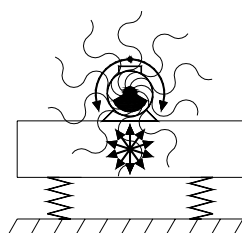

Fig.1
La tecnologia dei prodotti **VIB** può essere applicata per la realizzazione di sospensioni elastiche per canali vibranti azionati da masse eccentriche (ad esempio motovibratori) in rotazione "montate a bordo". Per poter realizzare un trasportatore ad oscillazioni in cui le vibrazioni trasportino il materiale con regolarità lungo tutto il piano è indispensabile che il canale vibrante sia il più rigido possibile ed eventualmente nervato nelle direzione di applicazione della forza di azionamento. L'applicazione della forza di eccitazione è generalmente tra i 45°/60° rispetto al piano di avanzamento ed è prodotta da due masse eccentriche rotanti in fase tra loro. Un solo motovibratore, infatti, fornisce delle forze di vibrazione lungo tutte le direzioni sui 360° (fig.1), mentre due motovibratori in fase con verso di rotazione opposto tra loro forniscono una sola vibrazione armonica avente la direzione perpendicolare al piano di applicazione dei due motori (fig.2). La retta d'applicazione della forza d'eccitazione, inoltre, deve cadere nel baricentro del canale. Le velocità di rotazione delle masse devono essere comprese tra i 750 e i 3000 giri/min per non provocare eccessivi squilibri. Le sospensioni elastiche realizzate con la tecnologia VIB, grazie ai loro inserti in gomma naturale, consentono di sviluppare vibrazioni armoniche lungo tutto il piano vibrante negando alle stesse di propagarsi alla struttura fissa dell'impianto. Gli elementi oscillanti VIB consentono di isolare, non essendoci parti metalliche in contatto tra loro, le cariche elettrostatiche che si potrebbero creare per attrito durante il trasporto del materiale.
*VIB technology can be applied to produce elastic suspensions for vibrating channels actuated by "on board" eccentric rotating masses (example: motor vibrators). In order to produce an oscillating conveyor in which vibrations uniformly carry the material along the entire plane, the vibrating channel must be as stiff as possible and, if necessary, with ribs pointing to the direction of application of the actuation force. The application of the excitation force is generally ranging from 45° to 60° compared to the feed plane and is the result of two eccentric masses rotating synchronously. One motor vibrator is enough to supply and spread vibration forces in all directions at 360° (fig. 1) while two timed motor vibrators with opposite rotation direction produce one harmonic vibration only, whose direction is perpendicular to the application plane of the two motors (fig. 2). The straight line of the excitation force must fall in the centre of gravity of the channel. The rotation velocities of the masses must range from 750 and 3000 rounds/min in order to avoid any excessive unbalances. Elastic suspensions obtained with VIB technology, given their inserts of natural rubber, generate harmonic vibrations all along the vibrating plane yet avoiding their propagation to the fix structure of the plant. Because VIB oscillating elements have no metal parts in contact with each other, they can insulate from electrostatic charges, which may be induced by friction while the material is being conveyed.*